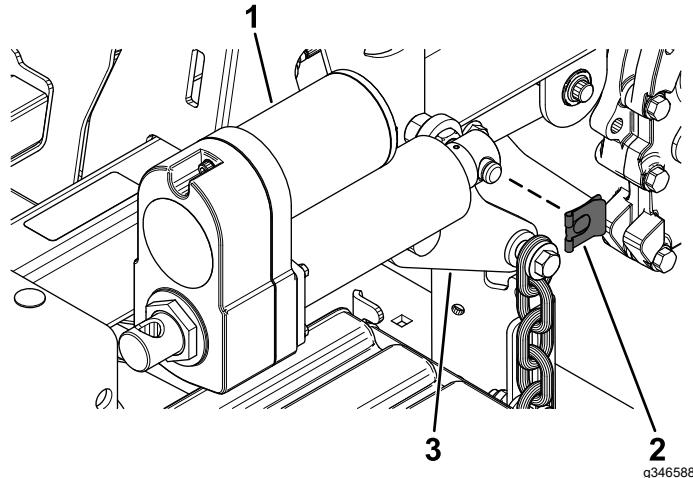

Figure 20
- Fixez l'actionneur au bras de levage arrière du plateau à l'aide du clip à goupille (Figure 20).